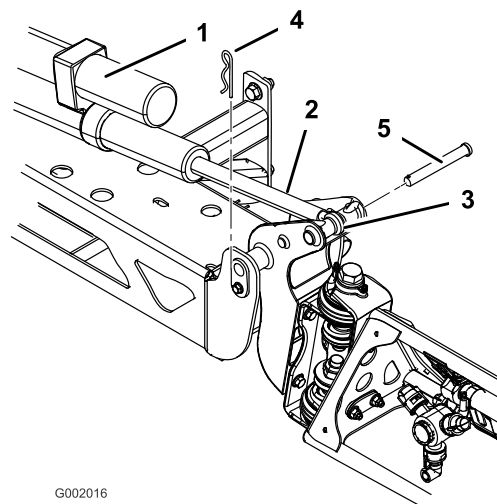

図 42
2. ピボット・ピンからコッター・ピンを抜く(図 42)。
3. ブームを持ち上げて、ピンを外す(図 42)。ブームをゆっくりと床まで降下させる。
ながら、ブームのピボットとアクチュエータ・ロッドにピンを通す(図 42)。